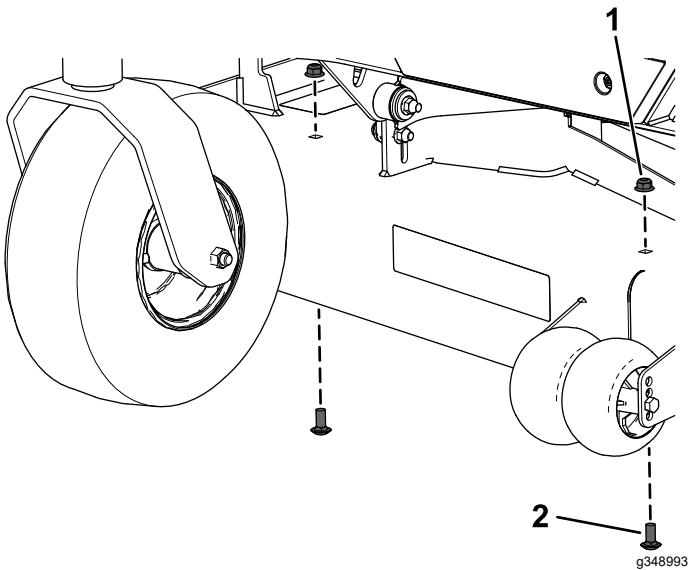

Figura 3
2. Retire los 2 pernos de cuello cuadrado y las 2 contratuerzas en la parte delantera de la carcasa de la segadora (Figura 3).